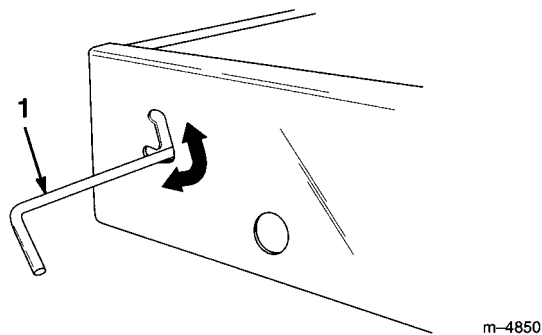

図 19
1. ラッチを「切り込み」の上位置にスライドさせる（図19）。